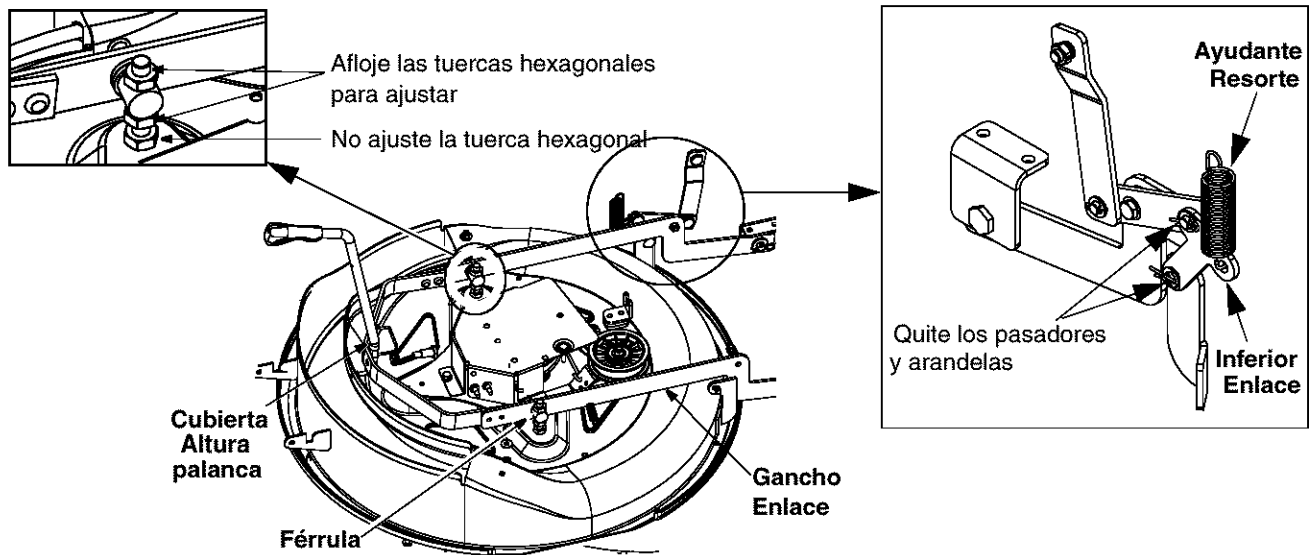

Figura 15
1. Afloje completamente pero no quite la tuerca hexagonal más alta de las tres que sostienen el perno y la férula en el gancho de la cubierta. Ver Figura 15 .
IMPORTANTE: Vuelva a unir los enlaces inferiores como se muestra en Figura 15.
3. Afloje completamente pero no quite la tuerca hexagonal más alta de las tres que sostienen el perno y la férrula en el gancho de la cubierta. Ver Figura 15.
6. Apriete la tuerca del medio contra la base de la férrula. Ver Figura 15.